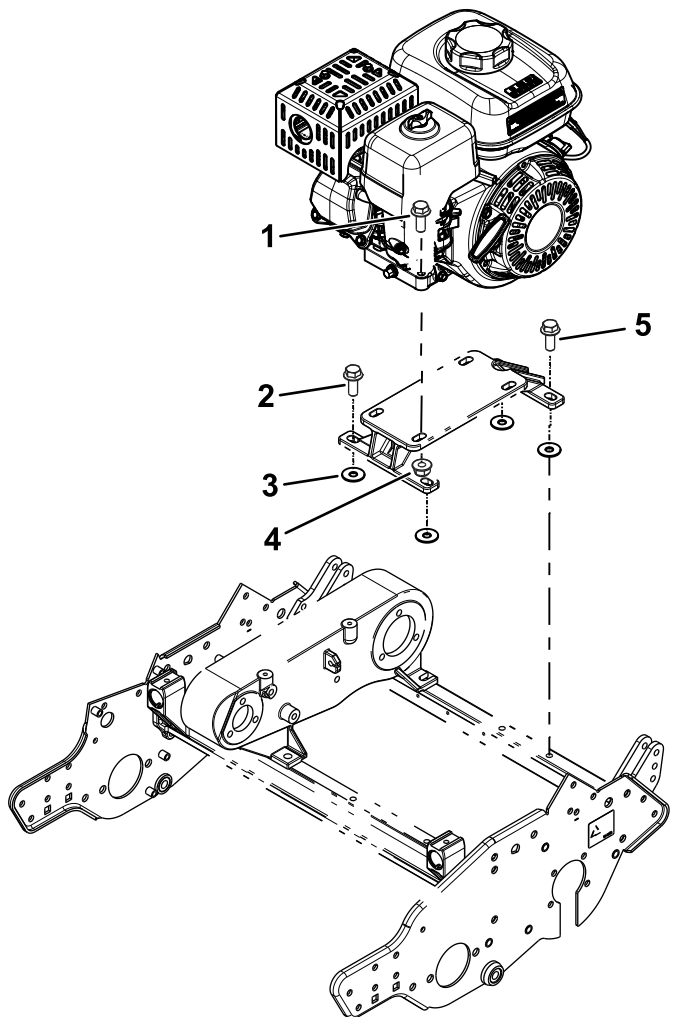

Bild 4
3. Montieren Sie die Kupplungshalterung mit zuvor entfernten Schrauben und vier Unterlegscheiben (3/8" x 1-1/8") an der Maschine, wie in Bild 4 dargestellt.
Setzen Sie die hintere linke Motorschraube ein und ziehen Sie diese nur handfest an (in Bild 4 dargestellt).
4. Befestigen Sie den Motor mit den zuvor entfernten Schrauben und Muttern an der Motorhalterung. (Bild 4).
8. Entfernen Sie die hintere linke Schraube vom Motorsockel (**Bild 4**) und befestigen Sie mit der Schraube die R-Klemme und den Gaszug am Motorsockel.
10. Ziehen Sie alle Schrauben an der Motorbefestigung und der Motorbefestigungshalterung an (**Bild 4**).